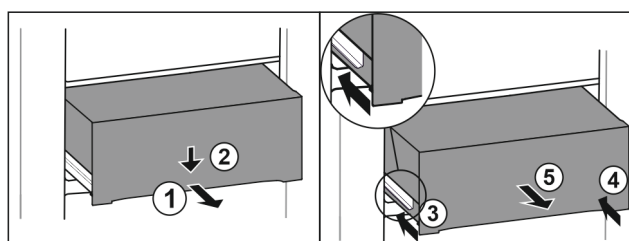

Fig. 182
- Zásuvku napůl vytáhněte. Fig. 182 (1)
- ▶ Stlačte zásuvku na přední straně dolů. *Fig. 182 (2)*
- ▶ Zasuňte levou kolejničku přibližně do 2 cm. *Fig. 182 (3)*
- ▶ Zasuňte pravou kolejničku přibližně do 2 cm. *Fig. 182 (4)*
- ▶ Vyjměte zásuvku dopředu. *Fig. 182 (5)*